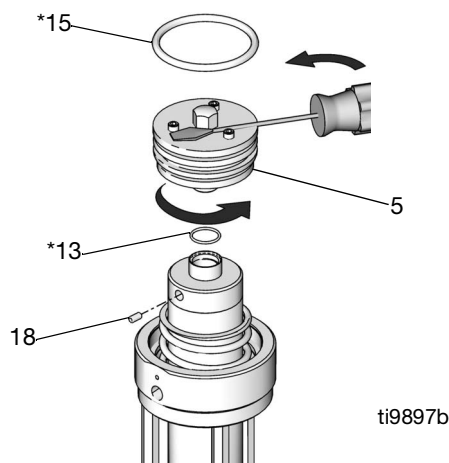

Рис. 11: Воздушный клапан серии А
3. **Только для пневмомоторов серии А.** Ослабьте стопорный винт (18) и отвинтите воздушный клапан (5). Если необходимо дополнительное поворотное усилие, введите острие отвертки между головками винтов и шестигранной головкой воздушного клапана (5). Снимите поз. 5, 13, 15 и 18. См. Рис. 11.